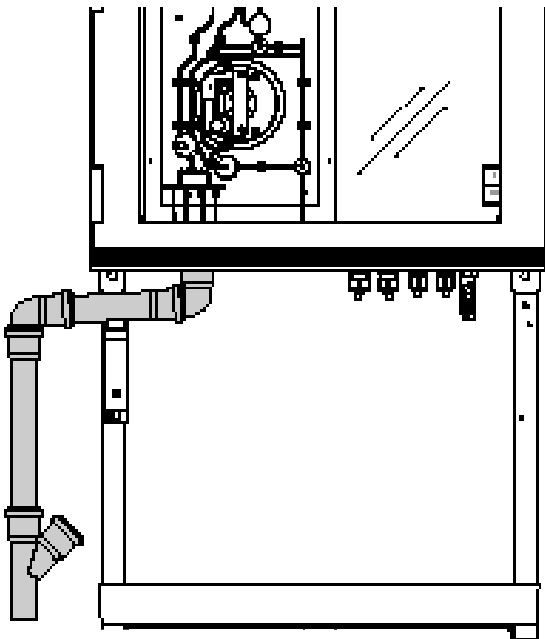

图 3-6 TresCon UNO HT 排放
10. 依据图 3-6 组装排放管，并把它连接到 TresCon UNO 底部的排放口。